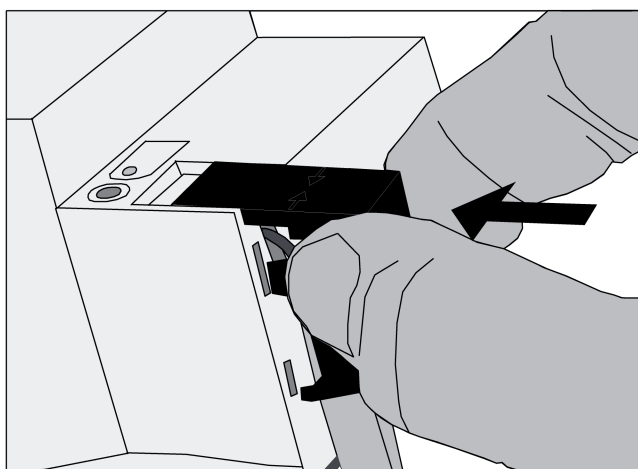

Bild 6: Sätt på locket
- Sätt på ett skyddslock över bussuttaget tills det går in ingrepp (bild 6).